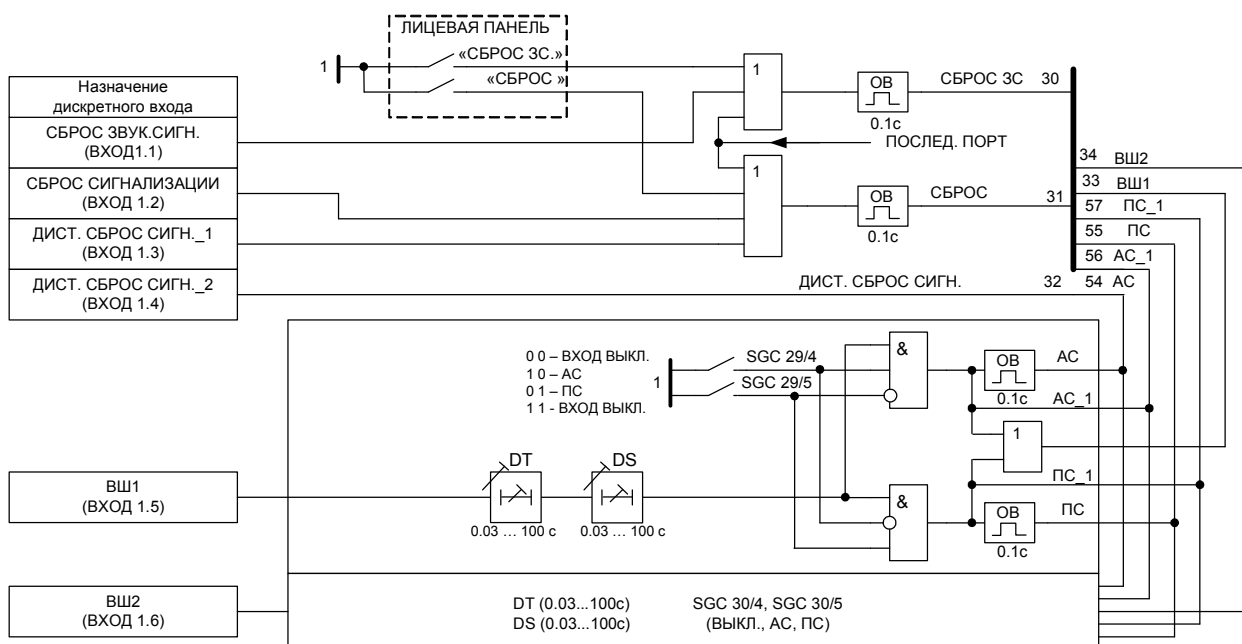
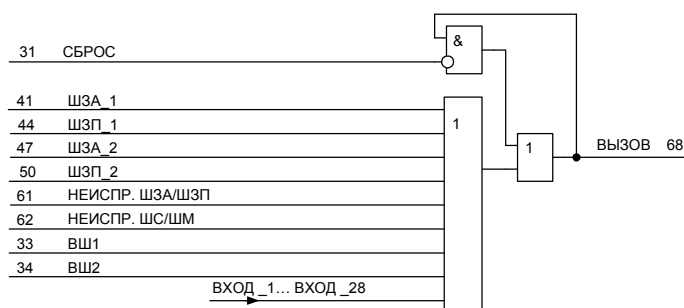
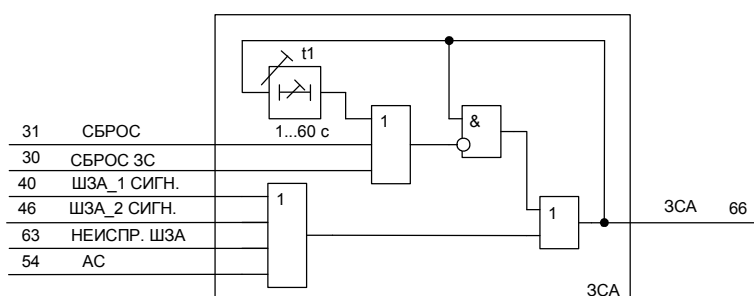

Рис. 1.3.7
Рис. 1.3.12
Рис. 1.3.13
1.3.3.1 В устройстве предусмотрены 6 специализированных входов, назначение которых приведено в Табл. 1.3.4. Функциональная схема входов первого блока приведена на Рис. 1.3.7
Сигнал «Вызов» формируется при наличии сигналов на дискретных входах, при наличии сигналов на шинках ШЗА или ШЗП, а также при обнаружении неисправности шинок. Сигнал «Вызов» сбрасывается кнопкой «Сброс сигнализации» на передней панели или подачей команды на дискретные входы «Сброс сигнализации» или «Дист.сброс сигн. _1» (см.Рис. 1.3.7 на стр.26 и Рис. 1.3.12).
Сигнал на выходе схемы (Рис. 1.3.13) формируется при появлении сигналов на дискретных входах, запрограммированных на аварийную сигнализацию, а также при появлении сигналов на шинках ШЗА_1 или ШЗА_2. Длительность сигнала «ЗСА» определяется уставкой t_1 в диапазоне 1...60 с (рекомендуемая уставка 9с). Звуковая сигнализация может быть сброшена кнопками «Сброс звуковой сигнализации» и «Сброс сигнализации» на передней панели, а также подачей команды на дискретные входы «Сброс звуковой сигнализации», «Сброс сигнализации» или «Дист.сброс сигн. _1» (см.Рис. 1.3.7 на стр.26).
вой сигнализации», «Сброс сигнализации» или «Дист.сброс сигн._1» (см.Рис. 1.3.7 на стр.26).